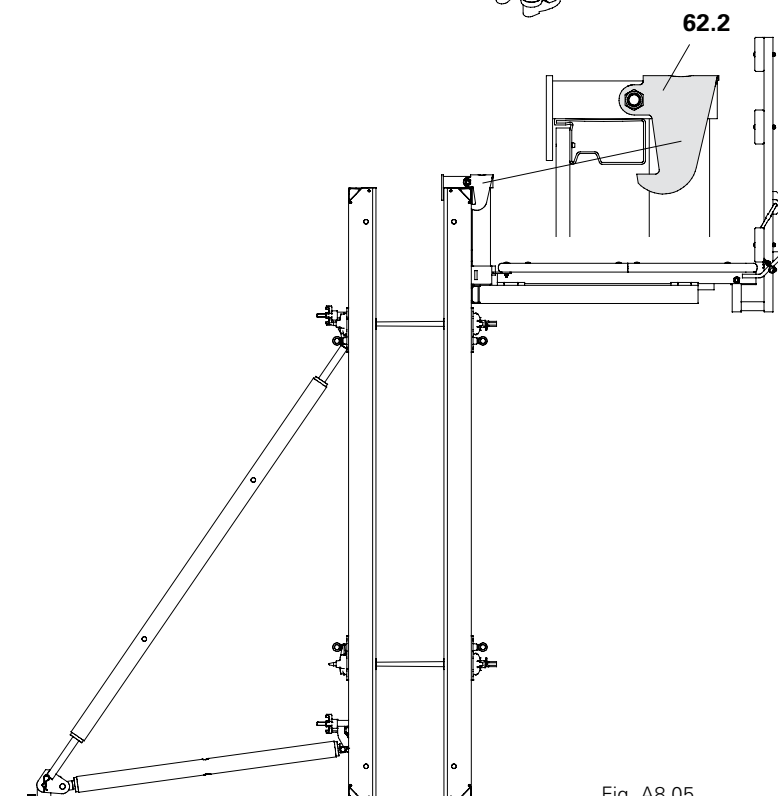

Fig. A8.05
5. Rimuovere l'imbracatura. L'attacco di sospensione (62.2) si aggancia al bordo del profilo dell'elemento e lo stesso funge da sicura (Fig. A8.05)